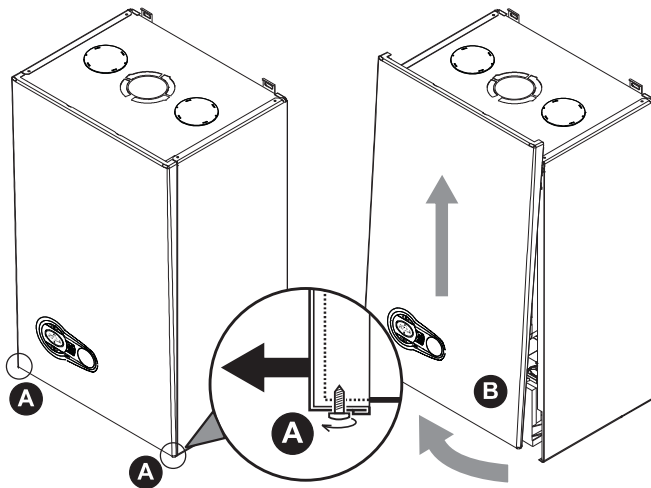

fig. 23 - Openen van het voorpaneel
1. Draai de schroeven **A** gedeeltelijk los (zie fig. 23).